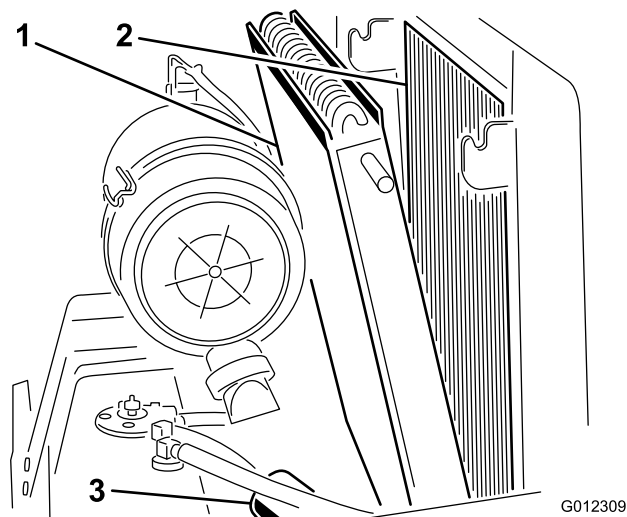

図 39
5. オイル・クーラのハンドルを持って持ち上げ、クーラを後ろに倒す。オイル・クーラとラジエターの裏表およびエンジン部を圧縮空気で丁寧に清掃する（図 39）。